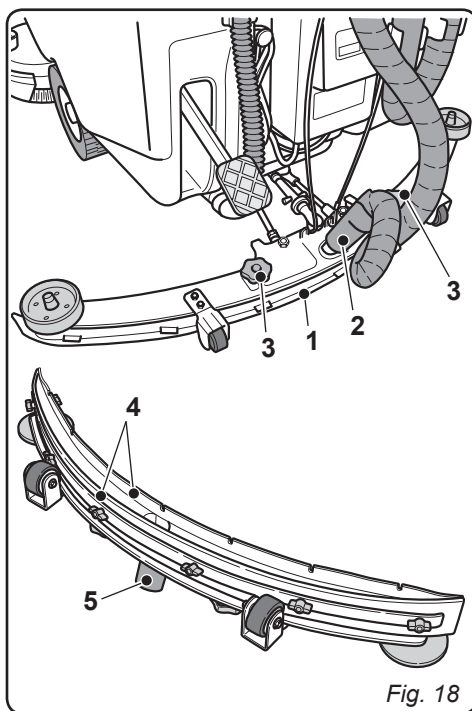

Fig. 18
**10.1.c - Limpieza de la escobilla****(Fig. 18)**